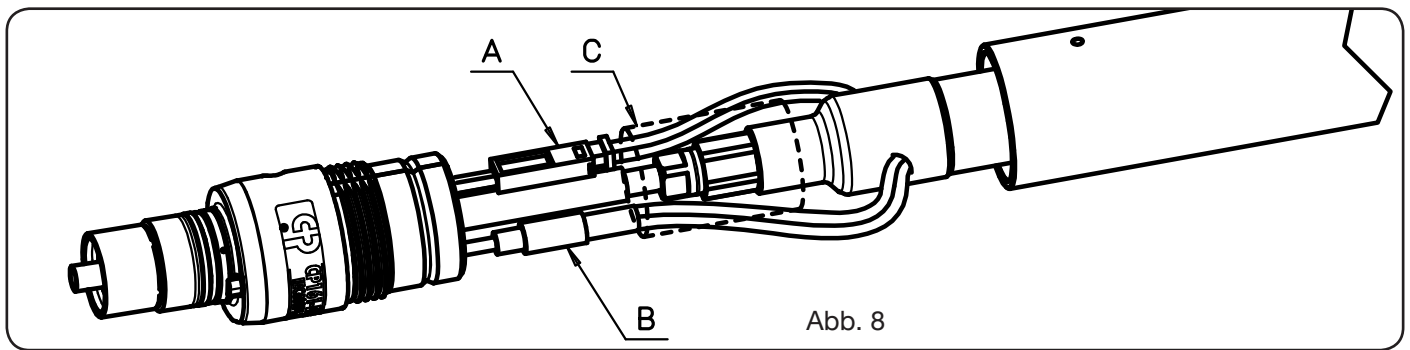

Abb. 8
- Den Gewindestift **G** ausschrauben und dann den Griff **M** abschrauben und nach hinten ziehen, so dass alle Kabel freiliegen (siehe Abb. 8).